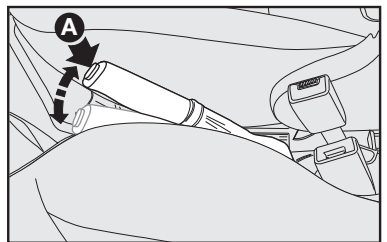

fig. 8
## FREIO DE MÃO - fig. 8
- 1) Levantar levemente a alavanca e apertar o botão de desengate **A-fig. 8**.